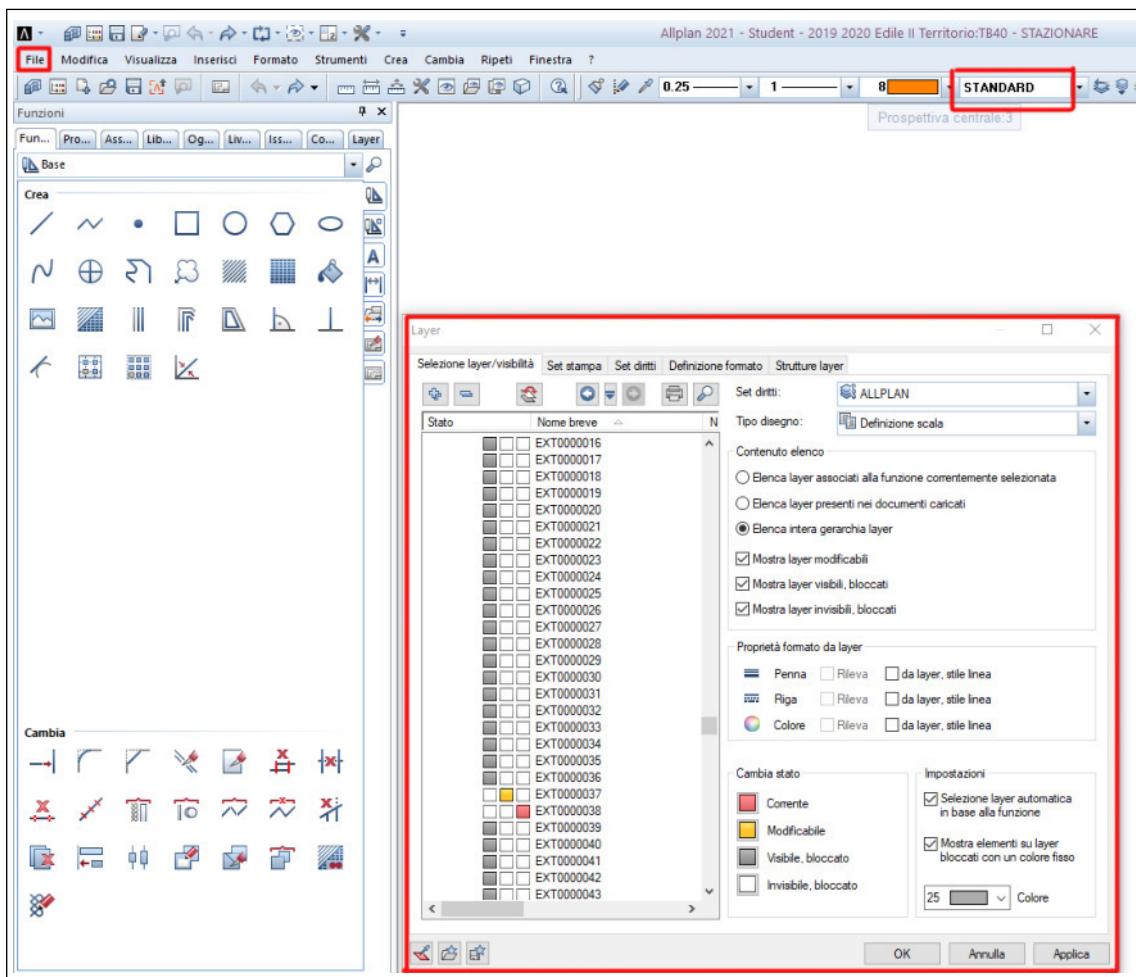

Fig. 10
- Stazionare le curve (Fig. 10):